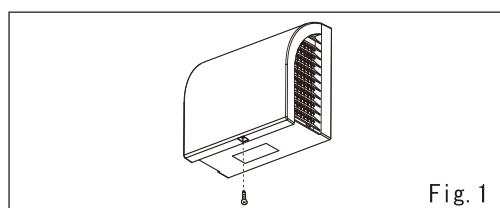

Fig. 1
- (1) Loosen the screw at the bottom of the Wall Cap. (Fig. 1)
Desserrez la vis en bas du capuchon mural. (fig.1)
Afloje el tornillo de parte inferior de la Tapa para Pared. (Fig. 1)